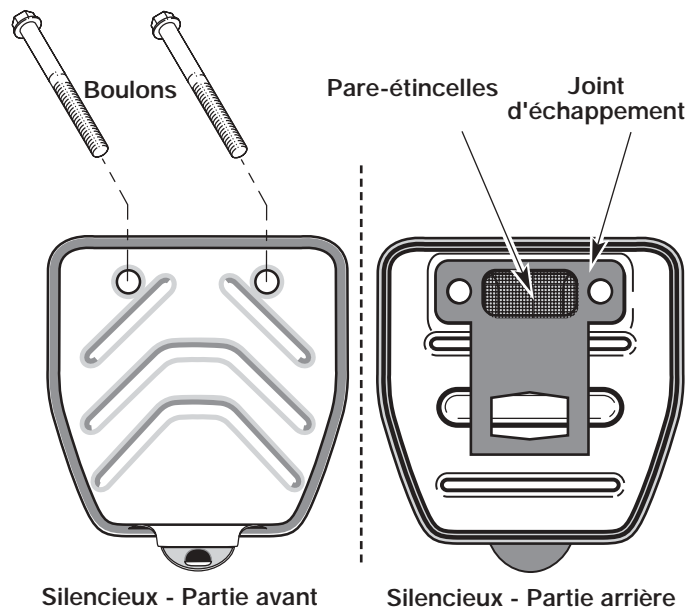

Fig. 31
2. Repérez le devant du silencieux et les deux (2) boulons qui le retiennent au moteur (Fig. 31). Retirez les deux (2) boulons à l'aide d'un tournevis à lame plate, d'une douille de 5/16 po ou d'un tourne-écrou. Retirez le silencieux du moteur.
3. Retournez le silencieux vers l'arrière et repérez le joint d'échappement. Retirez le joint du silencieux (Fig. 31).
7. Placez le joint d'échappement contre l'arrière du silencieux. Alignez les trous de boulon du joint d'échappement avec les trous de boulon du silencieux. Tout en maintenant le joint d'échappement en place, insérez les boulons sur le devant du silencieux (Fig. 31).